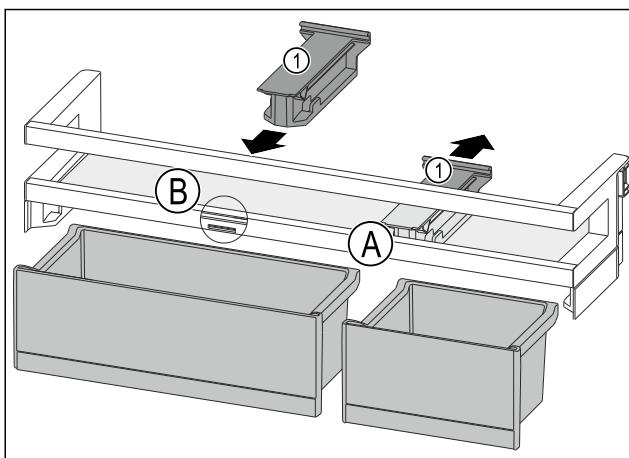

Fig. 90
- ▶ 将定位件 Fig. 90 (1)向后拉至位置 Fig. 90 (A)。
- ▶ 将定位件 Fig. 90 (1)插入至位置 Fig. 90 (B)。